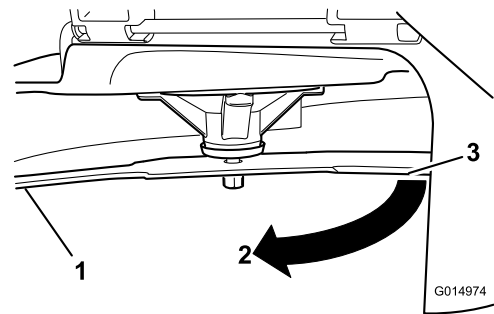

Figura 78
3. Distancia medida entre la cuchilla y la superficie (A)
4. Gire la misma cuchilla 180 grados de manera que el otro extremo esté en la misma posición (**Figura 78**).